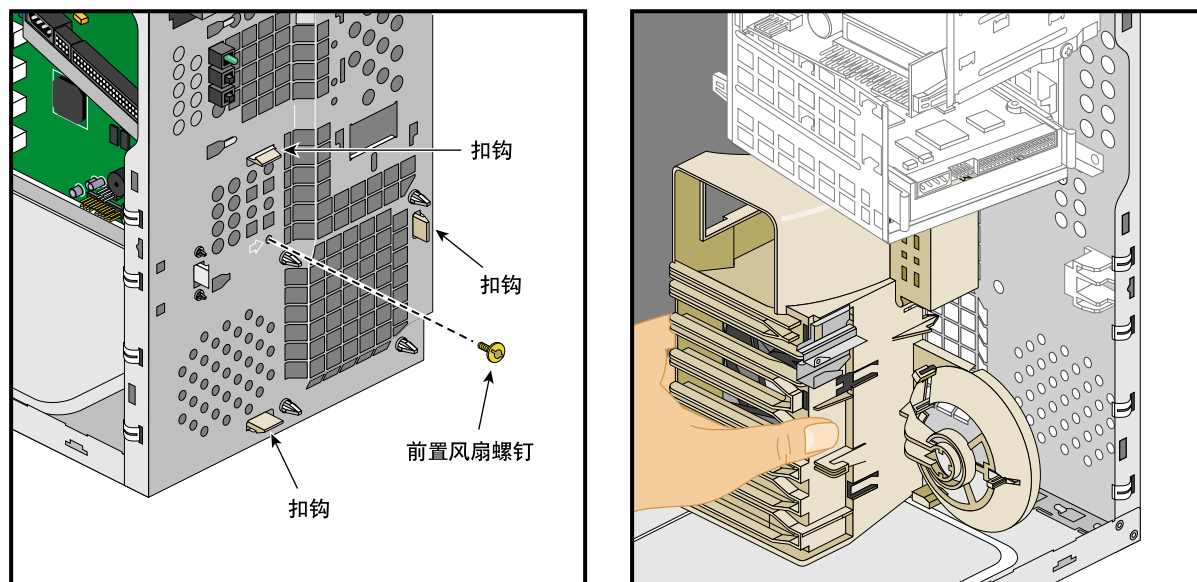

图 2-14 取下前置风扇螺钉和松开扣钩
3. 从前面板取下前置风扇的螺钉。此螺钉的位置如图 2-14 所示。
4. 托住机架内的风扇塑料框，同时依次推三个固定夹（如图 2-14 所示），将它们一一松开。